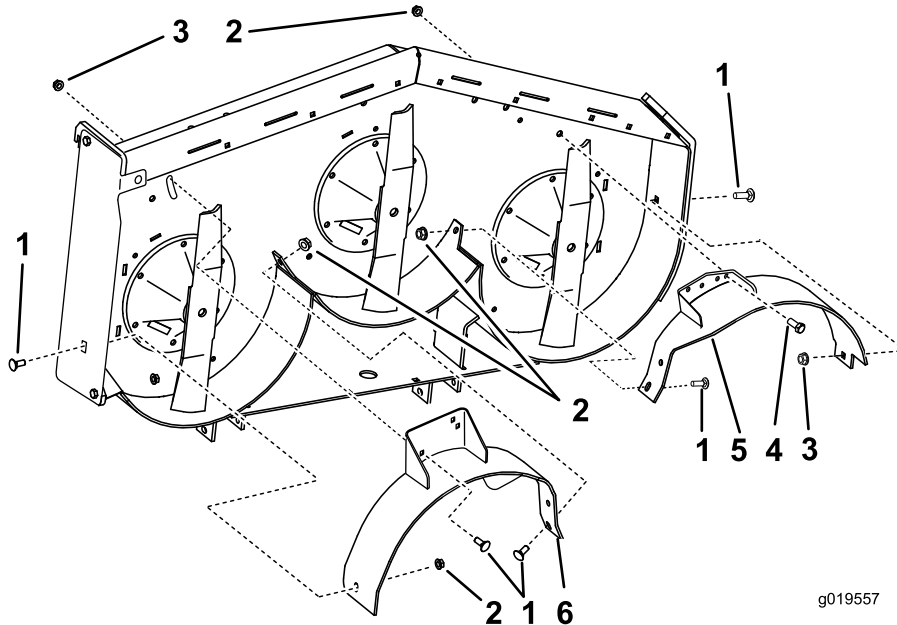

Figure 11
2. Fixez légèrement le déflecteur droit sur la plaque d'éjection avec 1 boulon de carrosserie ($\frac{3}{8}$ x 1 po) et 1 écrou à petite embase ($\frac{3}{8}$ po), comme montré à la Figure 11.
3. Fixez légèrement le déflecteur droit au sommet du tablier de coupe avec 1 boulon de carrosserie ($\frac{3}{8}$ x 1 po) et 1 écrou à grande embase ($\frac{3}{8}$ po), comme montré à la Figure 11.
4. Fixez légèrement le déflecteur droit au tablier de coupe avec 1 boulon de carrosserie ($\frac{3}{8}$ x 1 po) et 1 écrou à petite embase ($\frac{3}{8}$ po), comme montré à la Figure 11.
6. Fixez légèrement le déflecteur gauche au sommet du tablier de coupe avec 1 boulon ($\frac{3}{8}$ x 1 po) et 1 écrou à petite embase ($\frac{3}{8}$ po), comme montré à la Figure 11.
7. Fixez légèrement le déflecteur gauche au tablier de coupe avec 1 boulon de carrosserie ($\frac{3}{8}$ x 1 po) et 1 écrou à petite embase ($\frac{3}{8}$ po), comme montré à la Figure 11.
8. Fixez légèrement le déflecteur gauche sur le côté du tablier de coupe avec 1 boulon de carrosserie ($\frac{3}{8}$ x 1 po) et 1 écrou à petite embase ($\frac{3}{8}$ po), comme montré à la Figure 11.